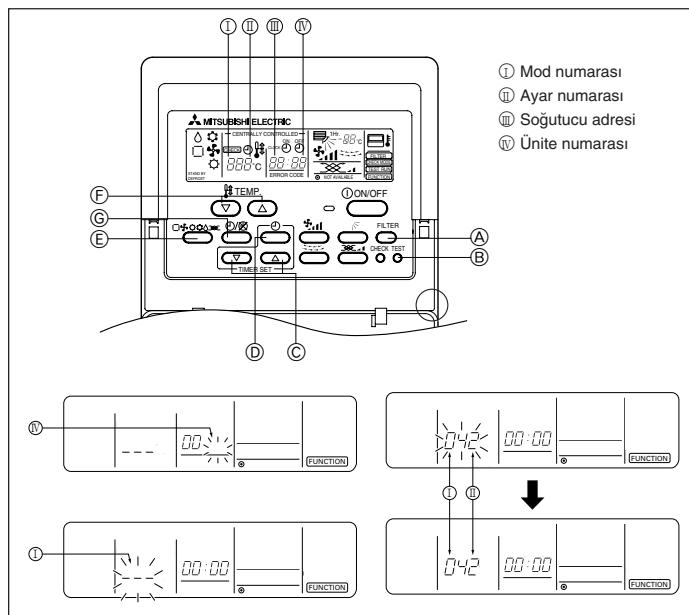

Fig. 6-5
6.3.1. Kablolu Uzaktan Kumanda için (Fig. 6-5)